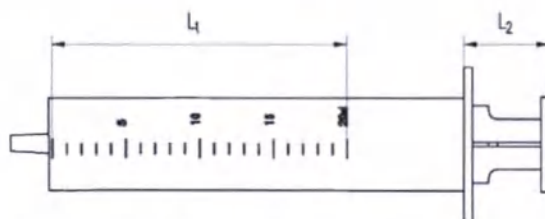

Рисунок 9.1 – Обозначение необходимых параметров ( $L_1$  и  $L_2$ ) для калибровки инъекционного шприца
- 1) Общую длину шкалы шприца, которую необходимо откалибровать  $L_1$  (см. рис.9.1).
- 2) Расстояние между цилиндром шприца от начала фланца до упора шприца, в состоянии, когда поршень шприца введен в цилиндр до конца –  $L_2$  (Рис.9.1).